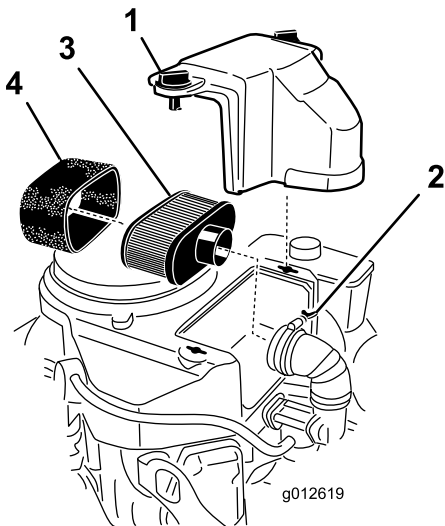

Figura 41
3. Limpie alrededor del limpiador de aire de forma que la suciedad no penetre en el motor y cause daños (Figura 41).
4. Desenrosque los pomos de la cubierta y retire la cubierta del limpiador de aire (Figura 41).
5. Desatornille la abrazadera y retire el conjunto del limpiador de aire (Figura 41).
6. Retire cuidadosamente el filtro de gomaespuma del filtro de papel (Figura 41).
Nota: Si está muy sucio, cambie el elemento de papel por uno nuevo (Figura 41).
1. Deslice cuidadosamente el filtro de gomaespuma sobre el filtro de papel (Figura 41).
2. Coloque el conjunto del limpiador de aire sobre su base o manguera y sujételo con la abrazadera (Figura 41).
3. Coloque en su posición la cubierta del limpiador de aire y apriete el pomo de la cubierta (Figura 41).